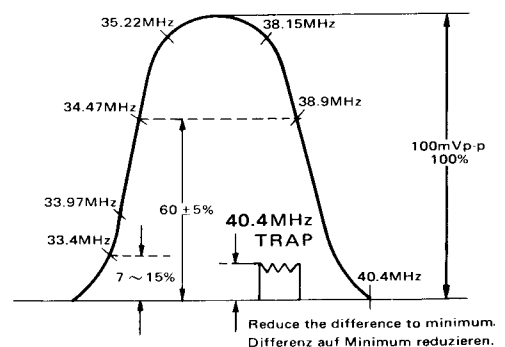

Fig. 22 Abb. 22
6. Adjust LT3 and T101 ( Upper side core) for maximum around 36.7MHz and to achieve 38.9MHz and 34.47MHz in equal height in fig. 22.
6. LT3 und T101 ( obere Kernstellung) auf Maximum um 36.7 MHz und gleiche Höhe bei 38.9 MHz und 34.47 MHz einstellen. ( s. Abb. 22)